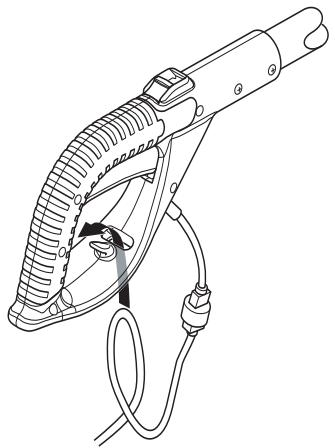

Figure 5 – Insertion de la boucle de la rallonge à travers la partie inférieure de la poignée
- Faites une boucle dans la rallonge, puis insérez-la à travers la partie inférieure de la poignée. Faites ensuite passer la boucle dans le crochet moulé dans la poignée (consultez les Figures 5 et 6).